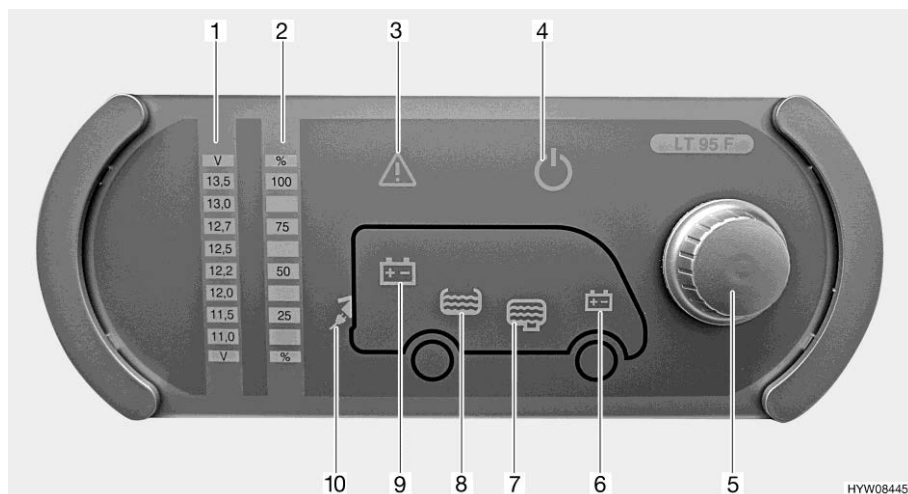

Fig. 123 Pannello di controllo (LT 95)
Il pulsante a rotazione (Fig. 123,5) inserisce o disinserisce il pannello di controllo e l'alimentazione a 12 V dell'abitacolo.
- Premere il pulsante a rotazione (Fig. 123,5): L'alimentazione a 12 V dell'abitacolo è inserita. La spia di controllo a 12 V (Fig. 123,4) diventa verde.
Spegnimento: ■ Premere il pulsante a rotazione (Fig. 123,5): L'alimentazione a 12 V dell'abitacolo è disinserita. La spia di controllo a 12 V (Fig. 123,4) si spegne.
Mediante il pulsante a rotazione (Fig. 123,5) si possono interrogare sia la tensione della batteria dell'abitacolo che la tensione della batteria di avviamento. La tensione viene visualizzata sulla scala indicatore per la tensione della batteria (Fig. 123,1).
Indicazione: ■ Ruotare il pulsante a rotazione (Fig. 123,5), finché si accende il simbolo della batteria della quale deve essere interrogata la tensione.
Viene indicata la tensione della batteria dell'abitacolo (Fig. 123,9)
Viene indicata la tensione della batteria di avviamento (Fig. 123,6)
- Leggere la tensione sulla scala indicatore della tensione della batteria (Fig. 123,1).
Mediante il pulsante a rotazione (Fig. 123,5) si possono interrogare sia il livello del serbatoio dell'acqua che il livello del serbatoio delle acque grigie. Il livello viene visualizzato sulla scala indicatore livello dei serbatoi (Fig. 123,2).
- Ruotare il pulsante a rotazione (Fig. 123,5), finché si accende il simbolo del serbatoio del quale deve essere interrogato il livello.
Viene indicato il livello del serbatoio dell'acqua (Fig. 123,8)
Viene indicato il livello del serbatoio delle acque grigie (Fig. 123,7)
- Leggere il livello sulla scala indicatore del livello serbatoio (Fig. 123,2).
La spia luminosa Alarm (Fig. 123,3) lampeggia non appena i valori limite fissati vengono superati per eccesso o per difetto.
La spia luminosa Alarm (Fig. 123,3) lampeggia non appena la tensione della batteria scende al di sotto di 11 V. Se l'alimentazione a 12 V è accesa, si accende anche il relativo simbolo della batteria (Fig. 123,6 o 9), e l'indicatore "11,0" sulla scala indicatore della tensione della batteria (Fig. 123,1) lampeggia. Rischio di uno scaricamento totale della batteria.
La spia luminosa Alarm (Fig. 123,3) lampeggia ed il relativo simbolo del serbatoio (Fig. 123,7 o 8) si accende non appena il serbatoio dell'acqua è vuoto o il serbatoio delle acque grigie è pieno.
La spia di controllo a 230 V (Fig. 123,10) si accende quando all'ingresso della centralina elettrica è presente una tensione di rete.